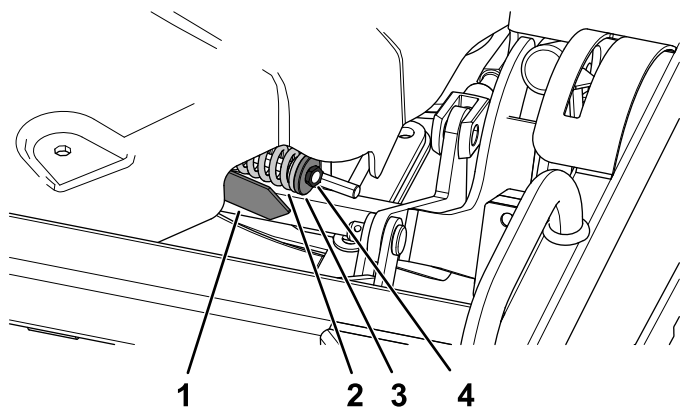

図 132
4. ジャムナットの締めつけを調整して、テンションインジケータの矢印をワッシャの外側表面に合わせる 図 132。